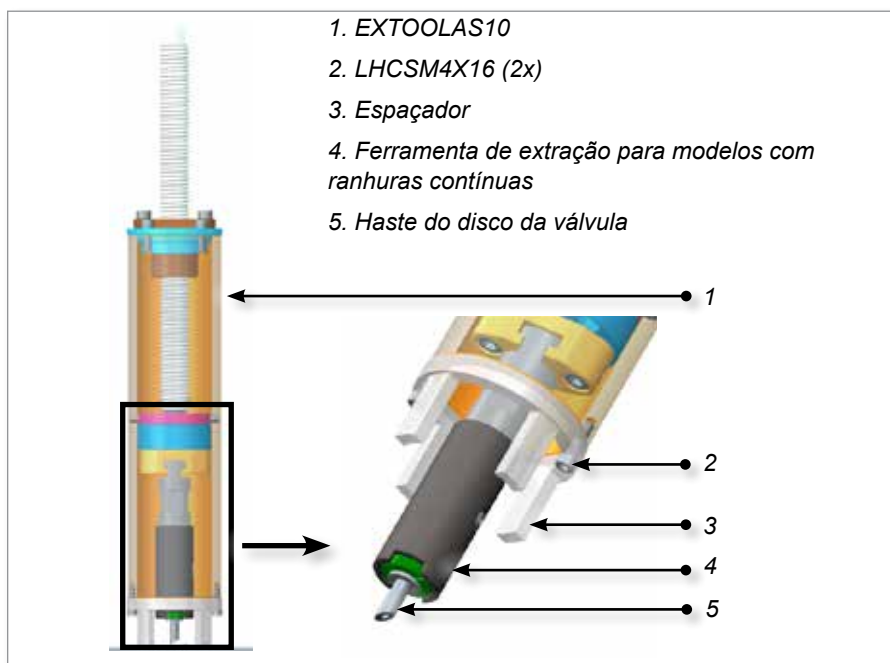

Figura 10-5 Para discos da válvula com ranhuras contínuas
- b) Conecte a ferramenta de extração de discos da válvula à haste do disco da válvula. Veja a Figura 10-5.